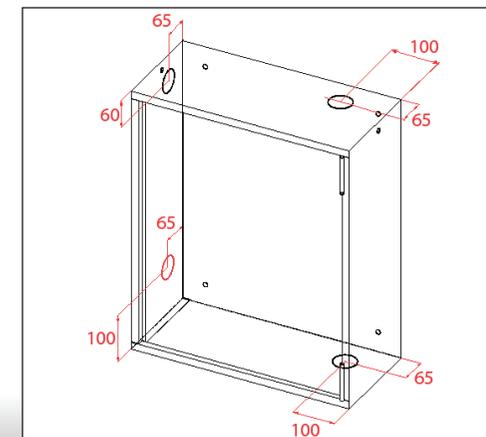

Fig.2
2. Al armario se le abrirá la entrada de alimentación de agua (Fig.2).